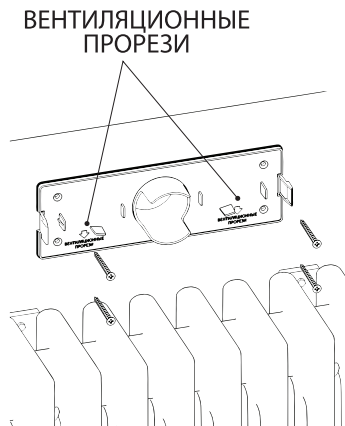

Рис. 7
6. Основание клапана, без крышки, посадочным местом устанавливается в воздушный канал вплотную к тепло-шумоизоляции. Предварительно убедитесь, что стрелки на основании с надписью **ВЕНТИЛЯЦИОННЫЕ ПРОРЕЗИ** направлены в низ. Далее осуществляется крепление основания к стене при помощи дюбель - гвоздей (Рис.7).
6. Основание клапана, без крышки, посадочным местом устанавливается в воздушный канал вплотную к тепло - шумоизоляции. Предварительно убедитесь, что стрелки на основании с надписью **ВЕНТИЛЯЦИОННЫЕ ПРОРЕЗЫ** направлены вниз. Осуществляем крепление основания к стене с помощью дюбель - гвоздей (Рис.7).